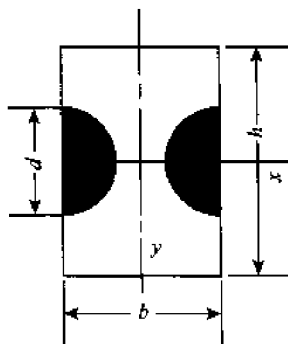

图 4-20
2. 如图 4-20 所示,截面(阴影部分被挖去)对 x 、 y 轴的惯性矩是_____。